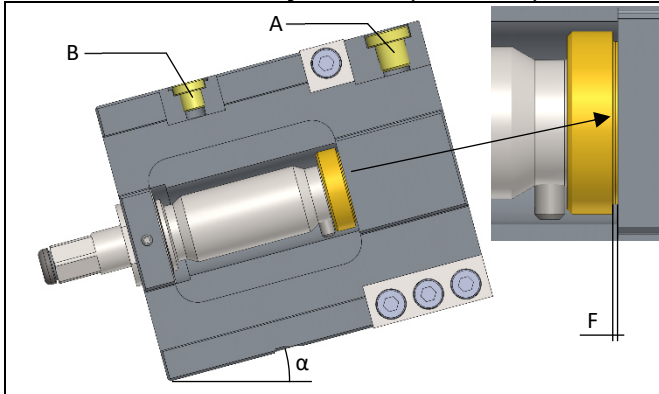

Abb. 18: Nachfüllen von Hydrauliköl (am Universalschlitten)
5. Spannschlitten  $10^\circ$  (siehe Abb. 18) geneigt hinlegen.